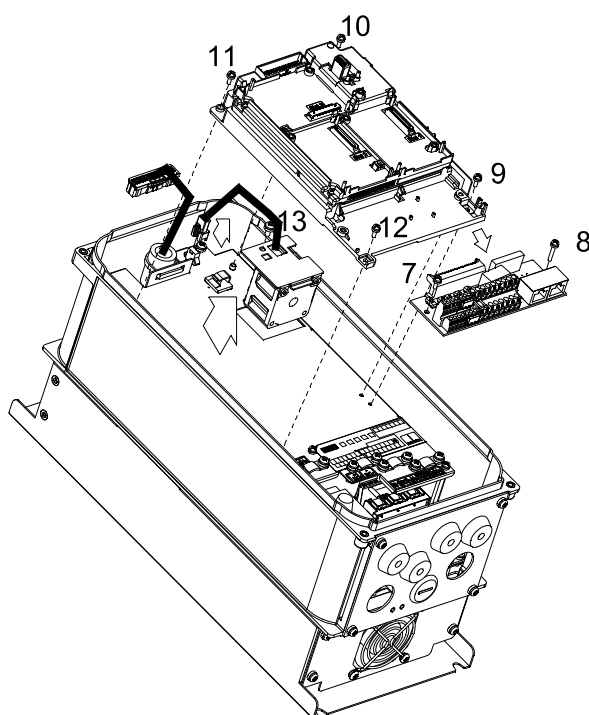

图 3
3. 松开螺丝 7~13 后，即可拆卸风扇（如图 3 所示）